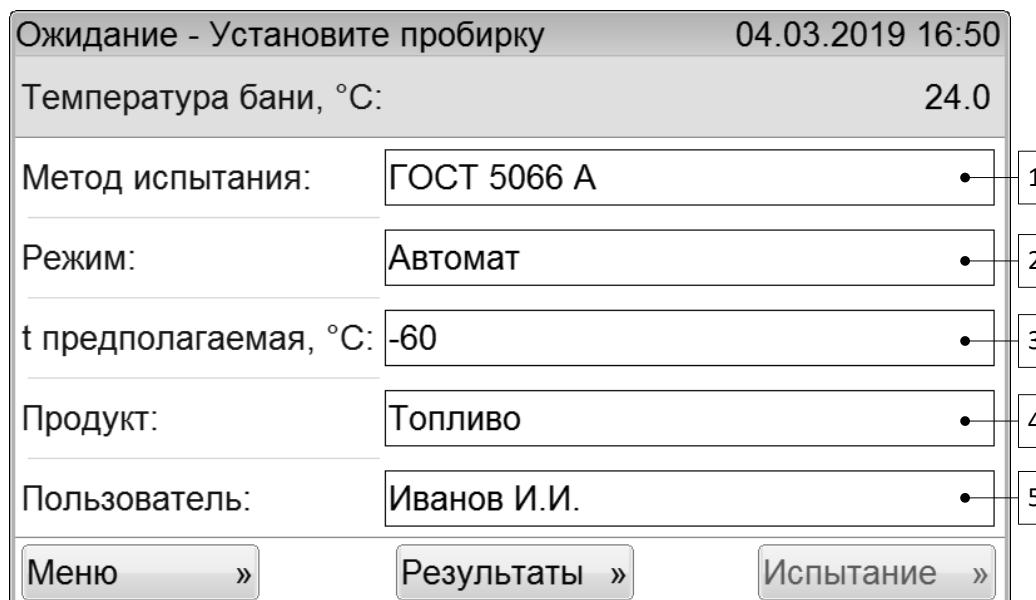

Рисунок 10 – Окно «Ожидание», пробирка не установлена в баню
4.4.3 Выполнить действия, указанные в разделе 3.3 «Опробование» на странице 8, и перейти в режим ожидания (рисунок 10).